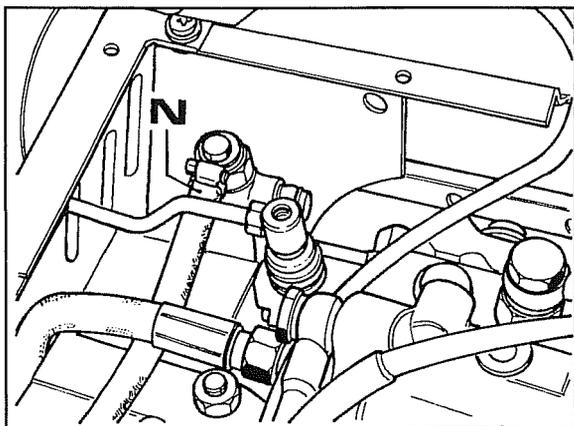
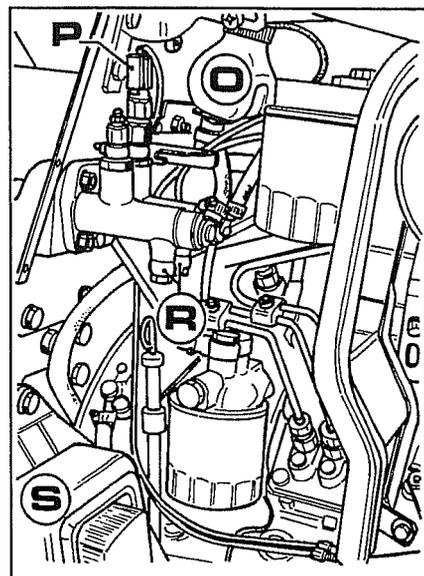

Fig. 11
Fig. 12
7. Luego de haber vaciado el tanque aceite frenos **O** fig. 12, desconectar el tubo de impulsión **N** fig. 11 de la bomba del bloqueo diferencial.
8. Desconectar los cables eléctricos mediante los bloques **P** fig. 12 del bulbo luces de parada, luego extraerlos en la parte trasera.
9. Desconectar los tubos de impulsión **R** fig. 12 de las bombas frenos, recordando de acompañarlos en la fase de separación de la máquina para evitar dañarlos.
10. Quitar los guardabarros **S** y **T** de la fig. 12 y 15 con los relativos cables.